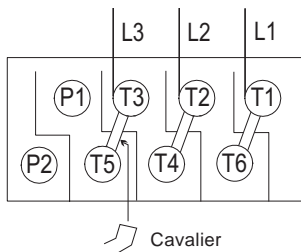

Fig. 16 Vitesse 2 (pour la vitesse rapide)
- figure 16 pour la vitesse 2 – vitesse rapide.